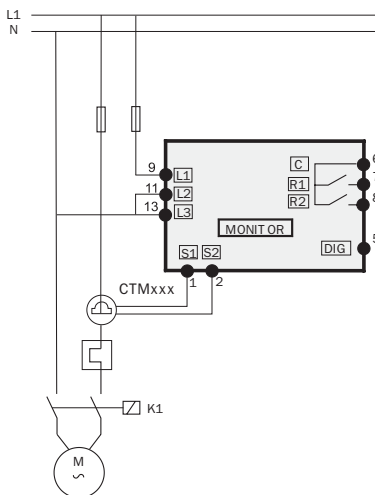

Fig 2. Inkopplingsexempel för 1-fas.
2. Vid 1-fasanslutning, se fig 2.